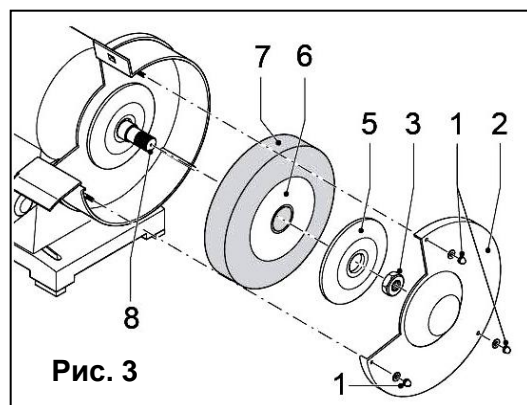

Рис. 3
Замена / установка шлифовального круга (Рис. 3)
- Открутите гайки фиксации защитного кожуха (1) (См. Рис. 3).
- Снимите защитный кожух (2).
- Открутите гайку (3) со шпинделя (8).
- Снимите со шпинделя внешний фланец (5), прокладку (6) и круг (7).
- Установите на шпиндель (8) новый круг.